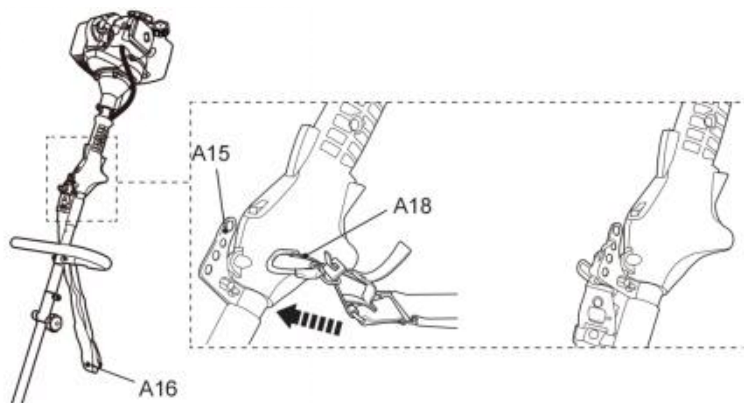

Fig. 32
1. Fissare la clip di sicurezza (A18) a uno dei quattro anelli (A15) (Fig. 32).